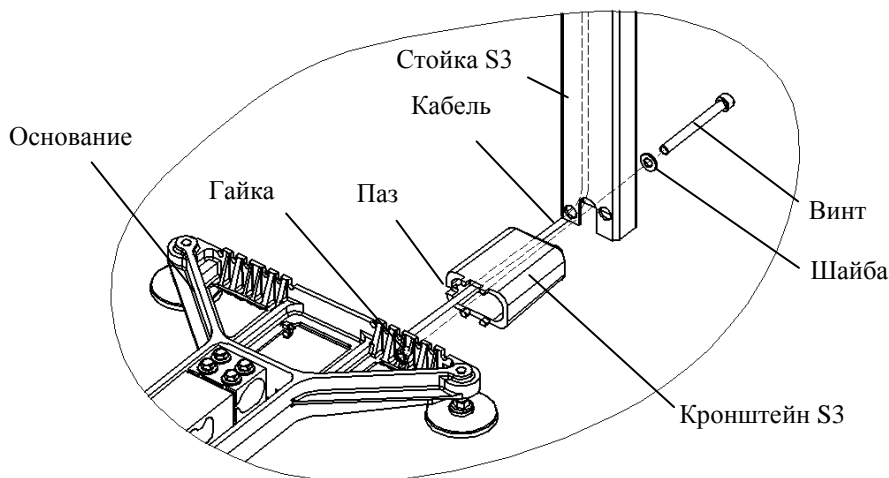

Рис. 6.3 - Крепление прямоугольной стойки к основанию весовой платформы
- Протянуть кабель весовой платформы через кронштейн и стойку (см. Рис. 6.3). Кабель должен входить в паз кронштейна.